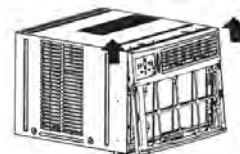

FIG. 3A
5. Soulevez doucement le panneau avant de l'appareil. (Voir la figure 3A.)